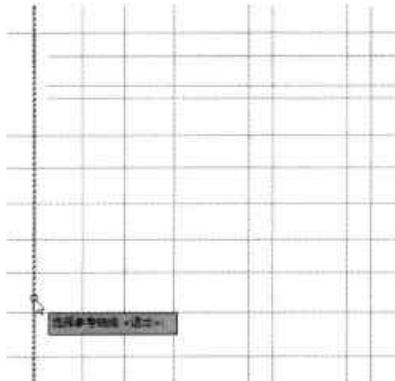

图16-27 选择参考轴线
**Step 01** 执行“轴网柱子 > 添加轴线”命令，根据命令行中的提示，在绘图区域中，选择参考轴线，这里选择最左侧轴线，如图 16-27 所示。